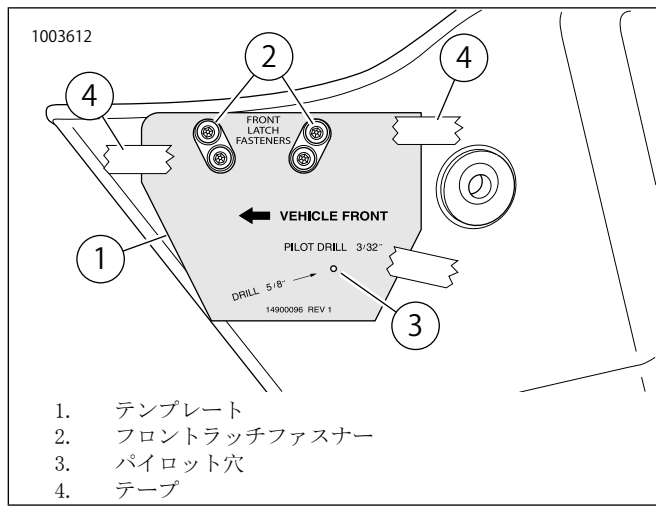

図18。テンプレートとサドルバッグ
4. 図18を参照してください。サドルバッグの外側の前部にテンプレート(1)を置きます。テンプレートの楕円形の穴がフロントラッチファスナー(2)にはまります。テンプレートをテープ(4)で固定します。